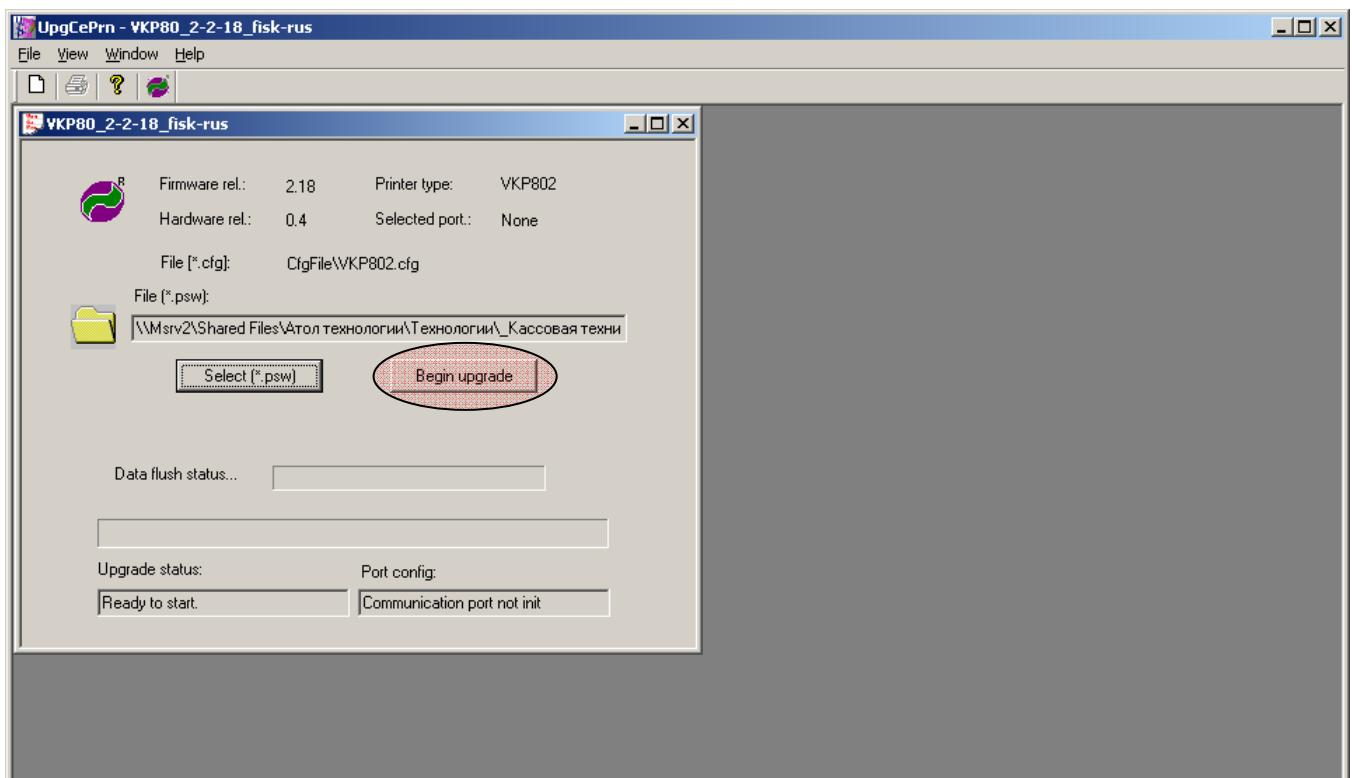

Рисунок 6 - Окно утилиты «**UpgCePrn**».
2.10. Далее в окне программы нажмите на кнопку «Begin upgrade» (см. рис. 6).